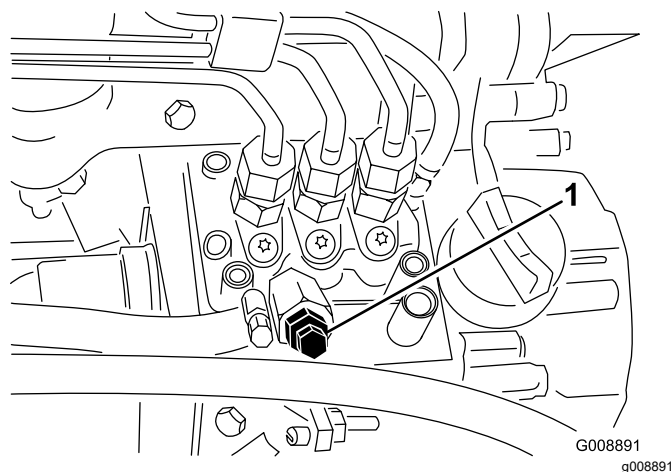

Рисунок 31
3. Выверните продувочный винт из топливного насоса (Рисунок 31).